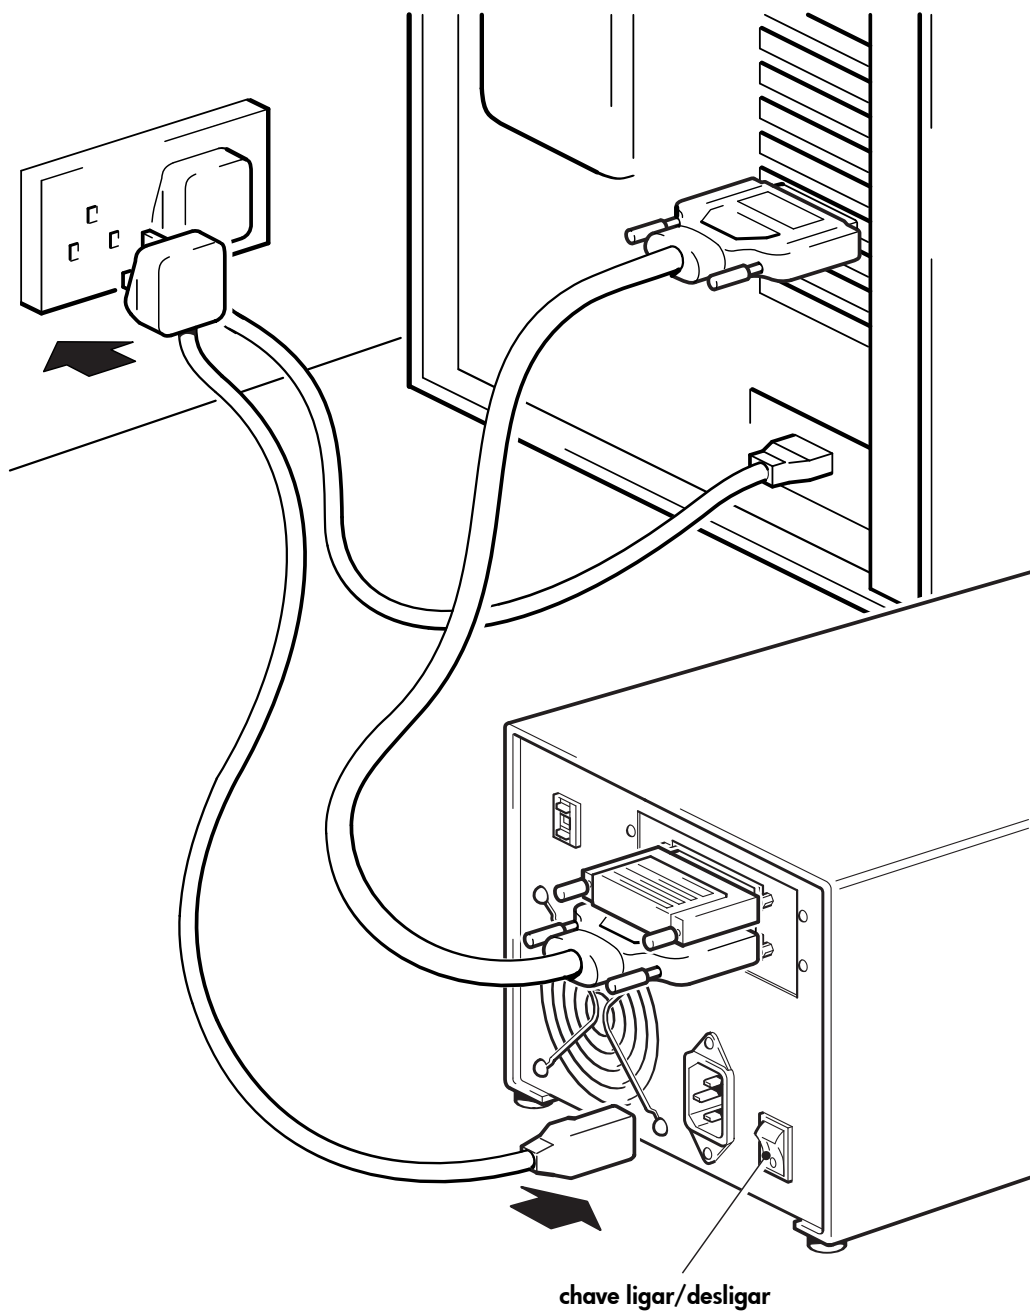

Figura 6: conectar o cabo de alimentação
- 2** Conecte o cabo de alimentação de forma segura ao soquete no painel traseiro da unidade de fita. (Veja a Figura 6.)